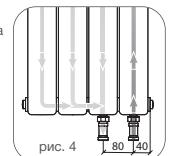

рис. 4
- Радиатор подключается к трубопроводам с помощью раздельных узлов (кранов) нижнего подключения прямых или угловых G3/4" (рис. 4).